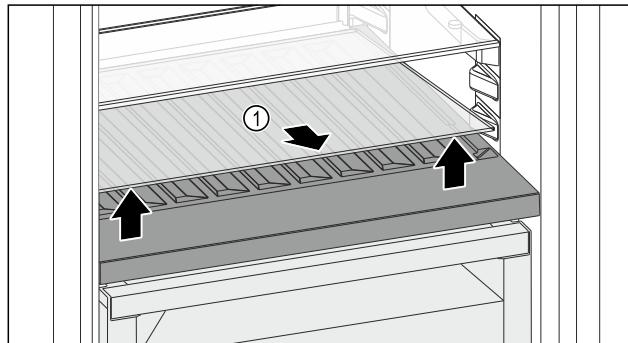

Fig. 98
- Приподнимите стеклянную пластину Fig. 98 (1) за выемку спереди и извлеките.
- Уложите стеклянную пластину Fig. 98 (1) на хранение вне устройства.